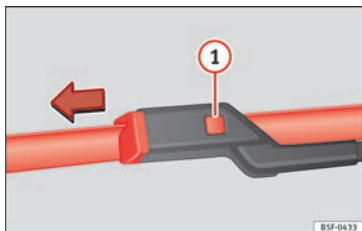

Abb. 82 Scheibenwischerblätter vorne auswechseln.
- Die Entriegelungstaste » **Abb. 82** **1** gedrückt halten und gleichzeitig das Scheibenwischerblatt vorsichtig in Pfeilrichtung abziehen.